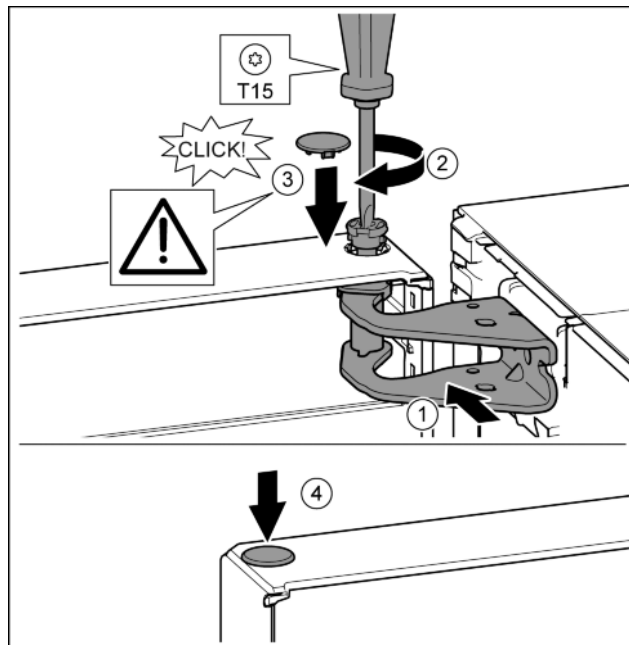

Fig. 23
- ▶ Nolīmeņojiet durvju augšdaļu pret atveri gultņa balstā. Fig. 23 (1)
- ▶ Ievietojiet tapu un pieskrūvējiet ar skrūvgriezi T15. Fig. 23 (2)
- ▶ Uzmontējiet aizmugurējo pārsegu, lai nostiprinātu durvis: ievietojiet aizmugurējo pārsegu un pārbaudiet, vai tas balstās uz durvīm. Pretējā gadījumā pilnīgi ievietojiet tapu. Fig. 23 (3)
- ▶ Ievietojiet aizbāzni. Fig. 23 (4)